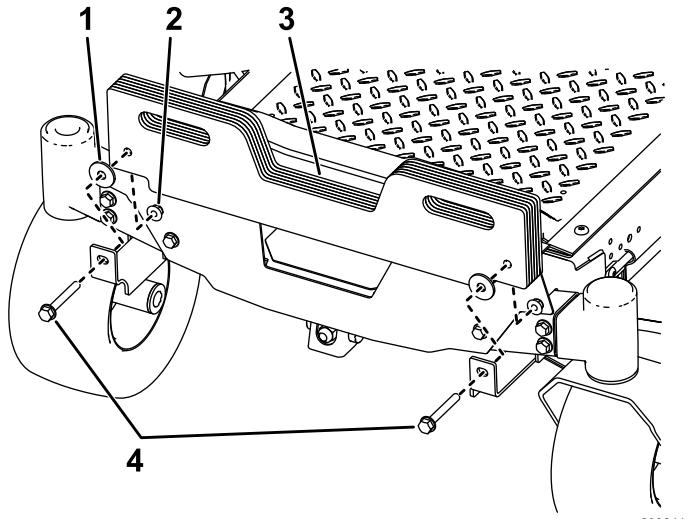

図 16
- バガーダッジのみキットに入っているスーツケースウェイトを機体に取り付けるボルト $\frac{3}{8}$ x 3 $\frac{3}{4}$ "2本を使用し、下の表に従って必要数を取り付ける図16。